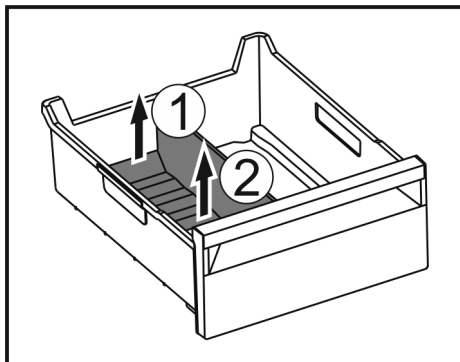

Fig. 173
- Повдигнете задната част на разделителя на отделението за лед. Fig. 173 (1)
- Извадете разделителя на отделението за лед нагоре. Fig. 173 (2)